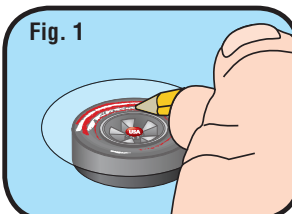

Fig. 1
1. Apply Tire Decals to a clean, dry surface. Cut out entire Decal, leaving an edge (Fig. 1). Remove backing paper.
2. Center Decal on tire and hold firmly in place. Using a dull pencil or burnisher, rub over the entire image (Fig. 1). NOTE: If applying to flat wheel, place a small piece of backing paper over center Axle Decal so it does not transfer to the wheel.
1. Appliquer les autocollants des pneus à une surface propre et sèche. Découper tout l'autocollant, en laissant un bord (Fig. 1). Retirer le papier de fond.
2. Centre l'autocollant sur le pneu et le maintenir fermement en place. Utilisant un crayon ou burnisher, frotter sur toute l'image (Fig. 1). REMARQUE: Si l'application à roue plate, placez un petit morceau de papier sur essieu central autocollant pas de transfert vers la roue.